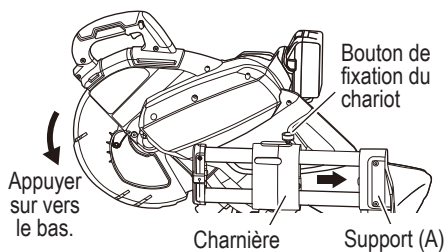
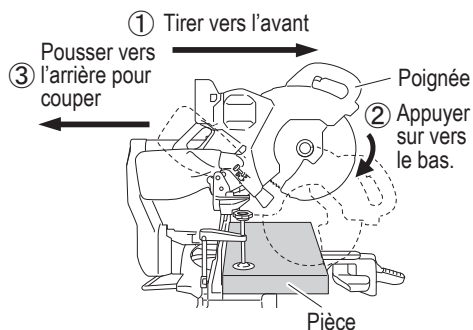

Fig. 34
Fig. 36
(1) Pièces d'une hauteur allant jusqu'à 4-3/16" (107 mm) et d'une largeur allant jusqu'à 12-1/4" (312 mm): Desserrer le bouton de fixation de glissière et incliner la lame vers l'avant (Voir Fig. 34). Puis enfoncer la poignée et faire glisser la lame de scie en arrière pour couper la pièce comme indiqué à la Fig. 36. Cela facilitera la coupe des pièces d'une hauteur allant jusqu'à 4-3/16" (107 mm) et d'une largeur allant jusqu'à 12-1/4" (312 mm).
- Lors d'une coupe avec chariot, procéder comme indiqué à la Fig. 36.